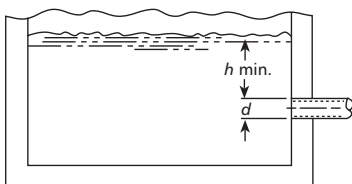

Figure 1
- 3.6. Le diamètre (D) et la hauteur d'immersion (H) de l'orifice d'entrée du tuyau d'aspiration doivent être suffisants pour empêcher l'aspiration d'air par vortex (V. fig. 1 à 4).